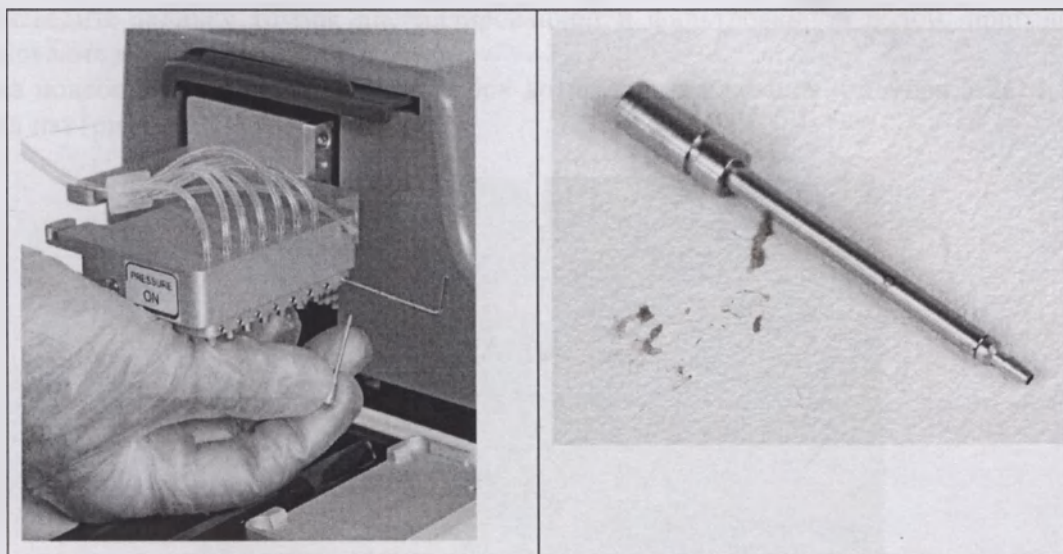

Рисунок 5-30. Замена дозирующего клапана
Наличие инородных частиц может вызвать утечку из дозирующего клапана (наконечника) (рисунок 4-16 и рисунок 5-30). Дозирующий клапан подтекает, когда на конце дозирующего клапана образуется капелька, когда давление включено.
5. Замените дозирующий клапан новым клапаном (рисунок 5-30).